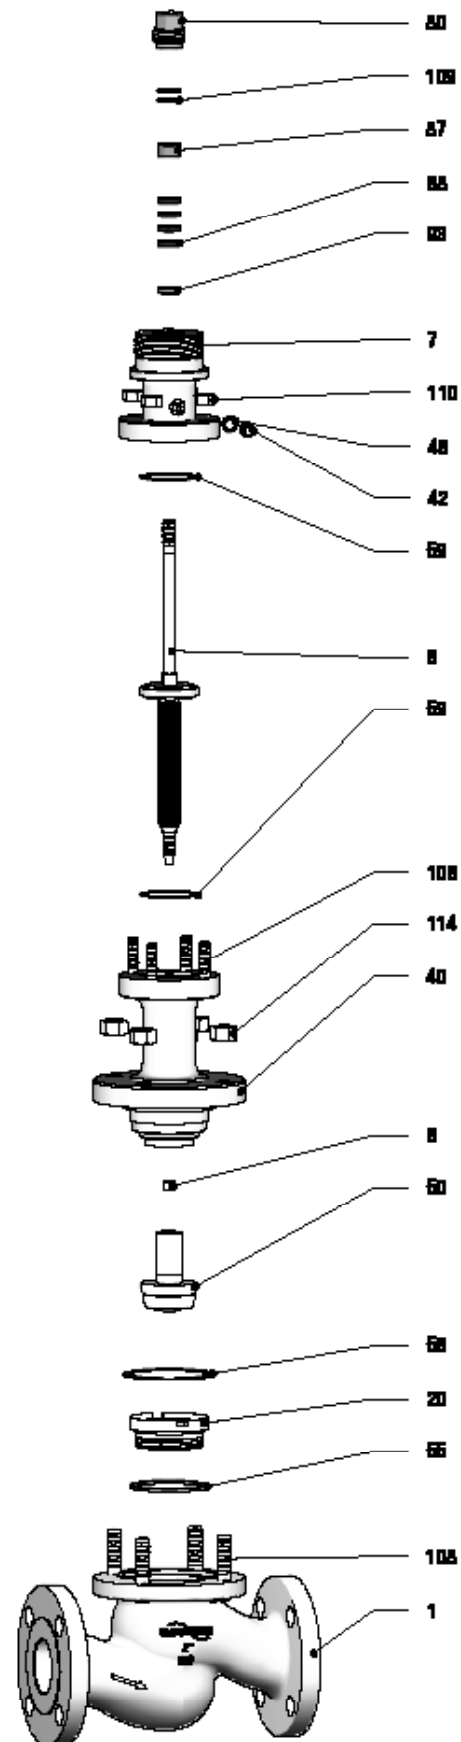

Figura 10: Desensamblaje/reensamblaje de la válvula con bonete con fuelle de diseño tipo A (Vea las partes de la válvula en la Tabla 13 de la página 17)
1. Gire las tuercas del bonete (114) en sentido antihorario para aflojarlas. (Vea la Figura 10: Desensamblaje/reensamblaje de la válvula con bonete con fuelles tipo A).
2. Gire el collarín que comprime la empaquetadura (80) en sentido antihorario para aflojarlo.
3. Saque las arandelas Belleville (109).
4. Saque la guía superior de vástago (87).
5. Coloque la herramienta tipo tuerca con anillo (Vea la sección 16: Herramientas especiales) sobre el vástago (50) y gire lentamente.
6. Saque las juntas del bonete (58).
8. Saque el anillo de asiento (20) y el anillo perfilado (55).
9. Gire las tuercas del bonete (110) en sentido antihorario para aflojarlas.